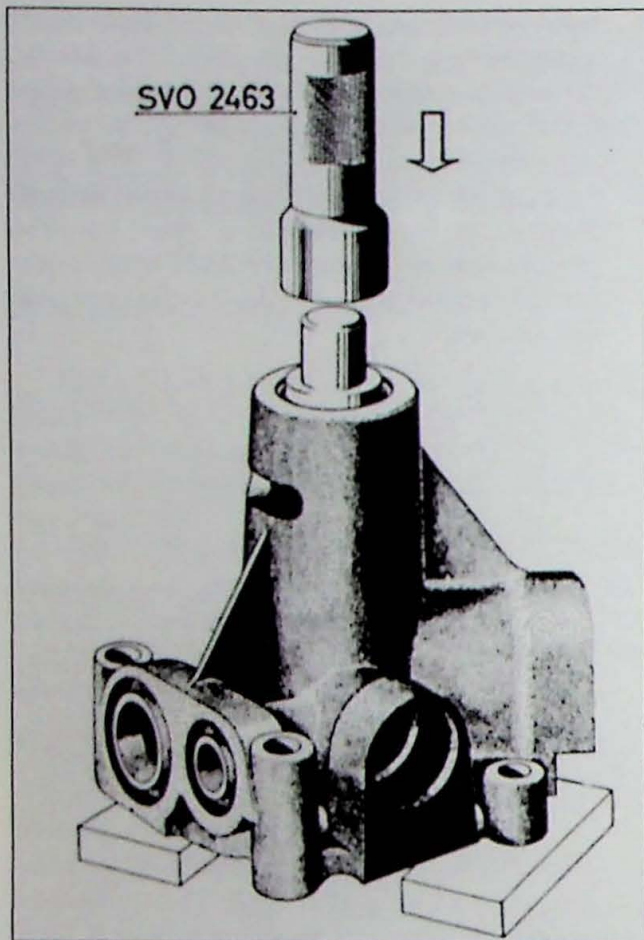

Fig. 4.4. Demoneren van de as en het schoepenrad
3. Plaats de pomp in een pers. Breng werktuig SVO 2463 aan op de buitenring van het lager en pers as, lager en schoepenwiel eruit (Fig. 4.4).
1. Druk de as en het lager in het huis met drevsel SVO 2463 (Fig. 4.4) tot de borgdraad in de groef gedrukt kan worden.